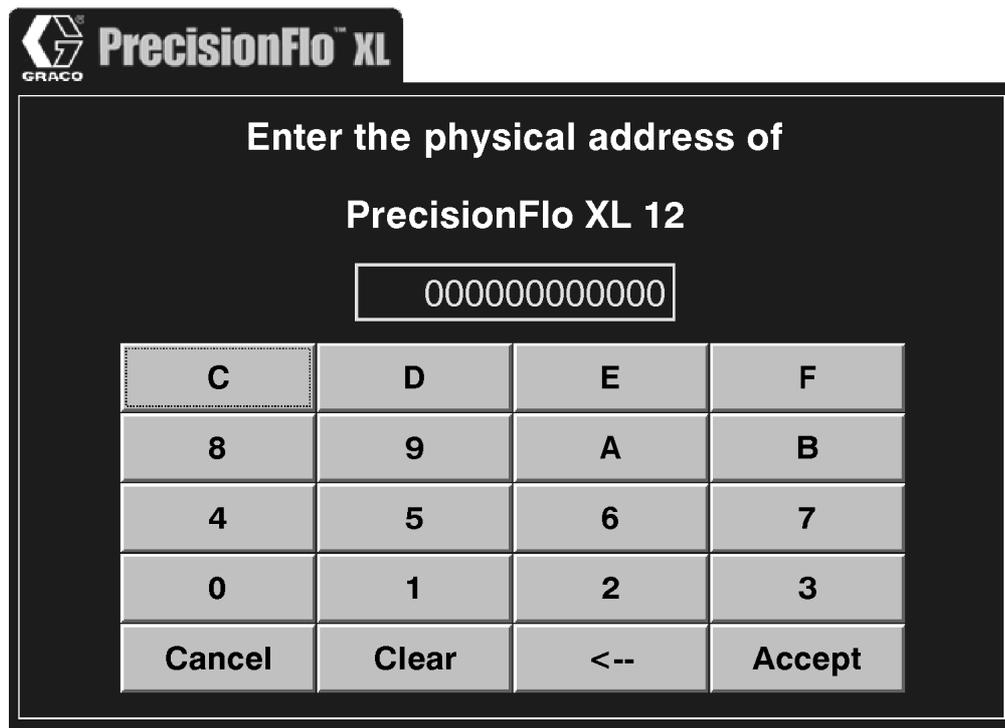

Fig. 67
2. Aparece el teclado numérico de entrada de direcciones (Fig. 67). Introduzca los 12 caracteres de la dirección física con las teclas.